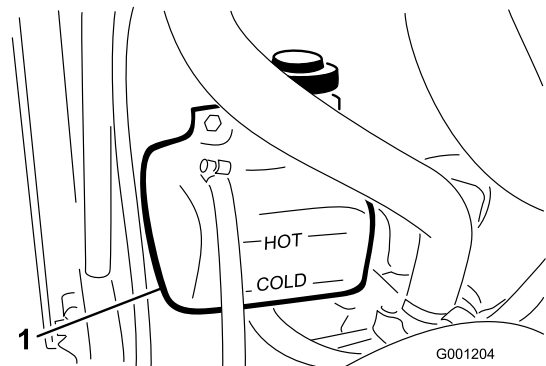

Figura 24
- Verifique o nível de líquido de arrefecimento do depósito secundário (Figura 24). Este deve situar-se entre as marcas existentes no exterior do depósito.